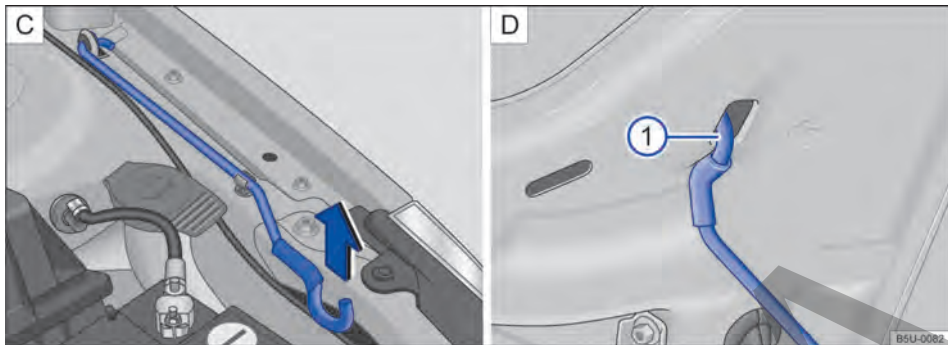

Fig. 197 [C] Varilla de sujeción de la tapa del compartimento del motor. [D] Tapa del compartimento del motor apoyada en la varilla de sujeción.
- Retirar la varilla de sujeción del soporte en el sentido de la flecha → fig. 197 [C] y colocarla en la abertura de la tapa del compartimento del motor → fig. 197 ① [D].
- Retirar la varilla de sujeción del orificio → fig. 197 ① [D] y encajarla en el soporte del cierre → fig. 197 [C].